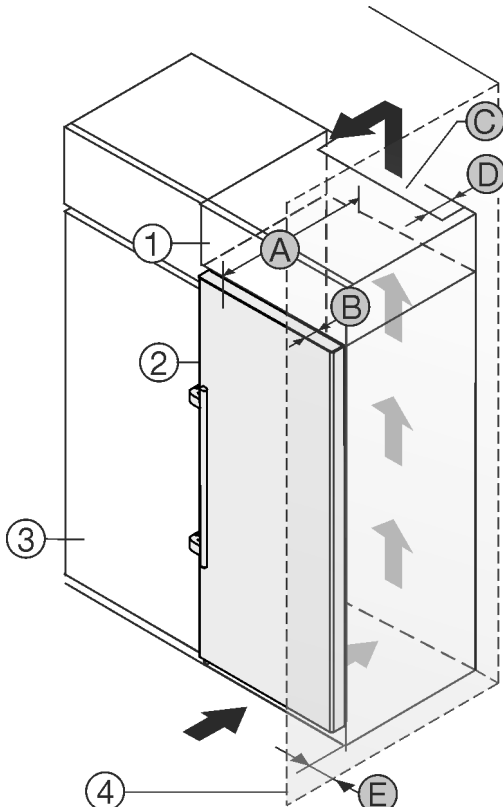

Fig. 2
Statykite prietaisą iš karto šalia virtuvės spintelės Fig. 2 (3)*. Galinėje uždedamos spintelės pusėje turi likti tarpas ventiliacijai, kurio gylis Fig. 2 (D) būtų per visą uždedamos spintelės plotį.*
Po patalpos lubomis turi būti laikomasi vėdinimo angos skerspjūvio Fig. 2 (C)*.
Jei prietaisai su lankstais statomi greta sienos Fig. 2 (4), mažiausias atstumas tarp prietaiso ir sienos turi būti 57 mm. Tai atitinka rankenų išsikišimą esant atvertoms durims.*
Kad durys atsidarytų iki galo, palyginti su šaldytuvo priekiu, prietaisai turi išsikišti bent per savo durų gylį Fig. 2 (B). Priklausomai nuo virtuvės spintelės Fig. 2 (3) gylio ir atstumo iki sienos nustatančių detalių naudojimo, prietaisai gali išsikišti daugiau.*